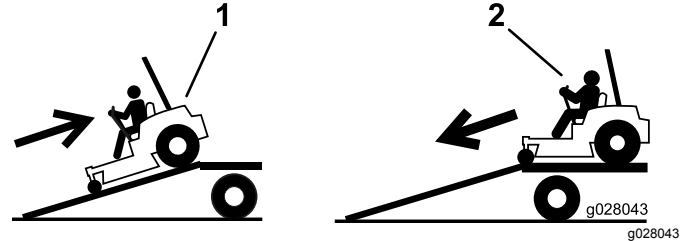

Figure 39
2. Descendez la rampe en marche avant (Figure 39).